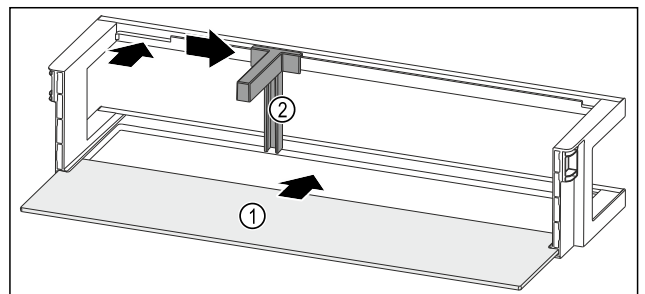

Fig. 146 Türabsteller mit Abstellfläche
- ▶ Abstellfläche Fig. 146 (1) in die seitlichen Aussparungen einschieben.
- ▶ Flaschenhalter Fig. 146 (2) in die Aussparung einsetzen.
- ▶ Flaschenhalter Fig. 146 (2) in gewünschte Position zur Seite schieben.